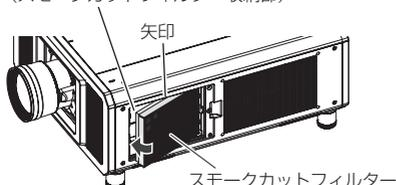

図 1
2) エアフィルターカバーを取り外す (図 1)
1) スモークカットフィルターをプロジェクター本体に取り付ける (図 1、図 2)